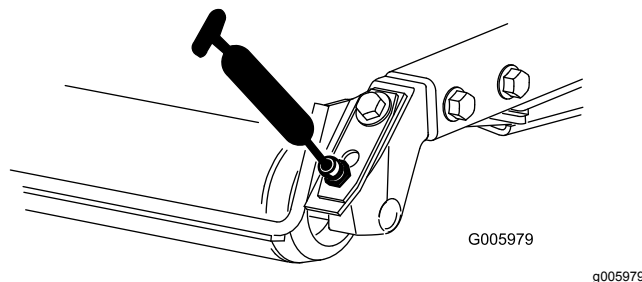

Figure 26
- Roulements de rouleau arrière (2 par plateau de coupe) (Figure 26)